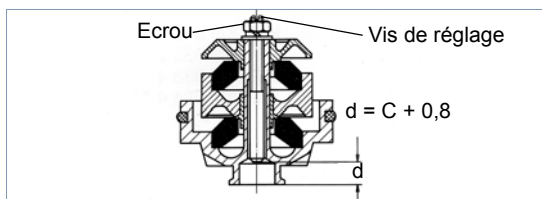

Fig. 5 Dimension d (Appareil avec deux ressorts caoutchouc)
- Après la réglage bloquez la vis de réglage en serrant l'écrou (voir fig. 5).
- i** Le même réglage est à effectuer aussi pour les appareils à longue course (deux ressorts caoutchouc) voir fig. 5.